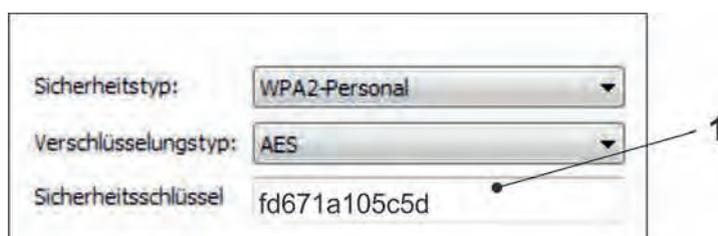

Abb. 30-22 Sicherheitsschlüssel eingeben und verbinden
4. Sicherheitsschlüssel (Passwort) (Auslieferungszustand = PUK; hier fd671a105c5d als Beispiel) (Abb. 30-22 Pos. 1) eingeben und verbinden.